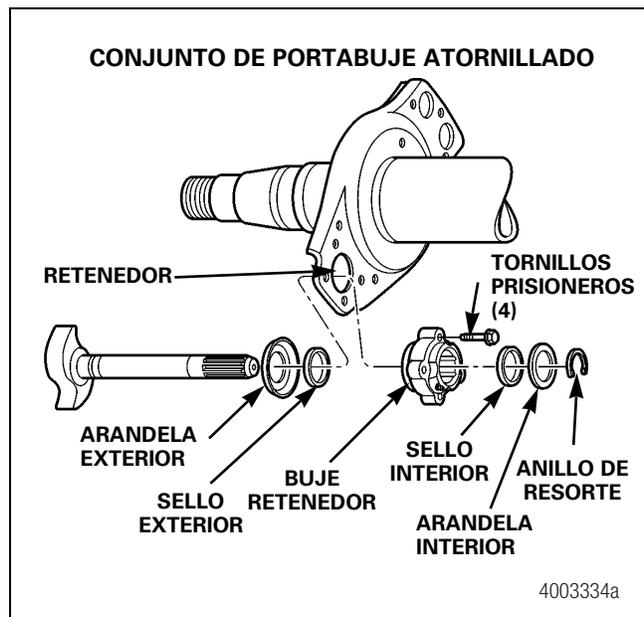
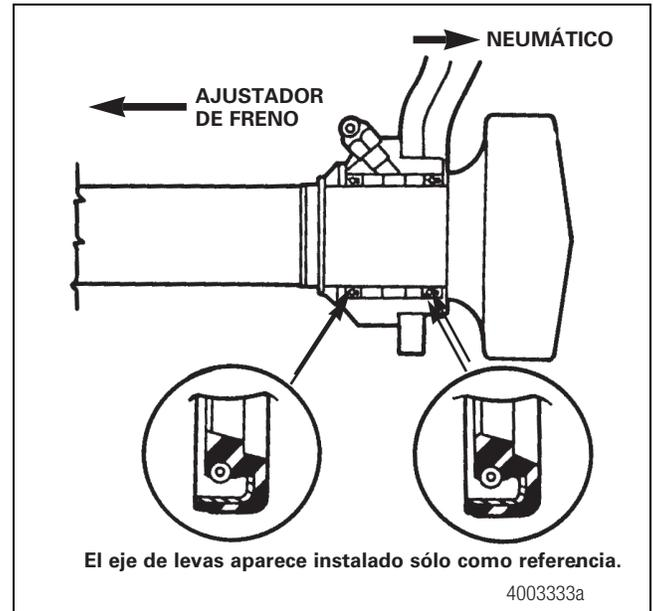

Figura 12.33
Figura 12.36
1. Retire el anillo de resorte, el eje de levas, las arandelas y los sellos. Figura 12.33.
2. Retire los cuatro tornillos que sujetan el portabuje atornillado; después apalanque el buje desde la araña. Figura 12.33.
5. Cambie todas las piezas del conjunto del eje de levas según se muestra en la Figura 12.33. Verifique que los sellos se alinean en la dirección correcta. Figura 12.36.